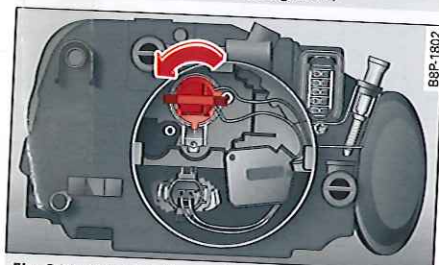

Fig. 210 Boîtier de l'ampoule : douille de l'ampoule du feu de croisement
La procédure de remplacement de l'ampoule est décrite pour le phare principal gauche. Pour des raisons de clarté, la *fig. 210* montre l'intérieur du phare déposé.
- ▶ Tournez la fiche à oreilles dans le -sens de la flèche- jusqu'en butée *⇒ fig. 210* et retirez la fiche avec l'ampoule du boîtier du phare.
La procédure de remplacement de l'ampoule est décrite pour le phare principal gauche. Pour des raisons de clarté, la $\Rightarrow$ page 217, fig. 210 montre l'intérieur du phare déposé.
La procédure de remplacement de l'ampoule est décrite pour le phare principal gauche. Pour des raisons de clarté, la ⇒ *page 217, fig. 210* montre l'intérieur du phare déposé.